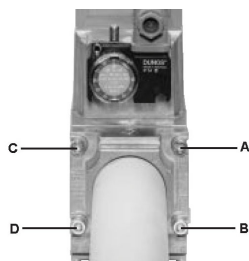
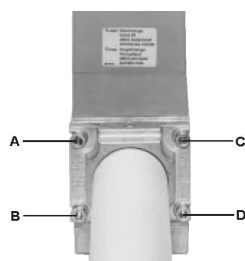

Рис. 12
Рис. 13
1. Расслабить винты A и B, но **не снимать** их (Рис. 12 и Рис. 13)
2. Отвинтить винты C и D (Рис. 12 и Рис. 13)